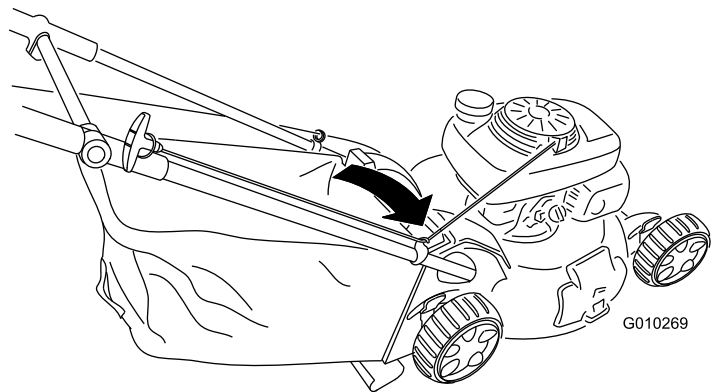

Figura 30
1. Pase la cuerda de arranque alrededor de la guía de cuerda inferior (Figura 30).